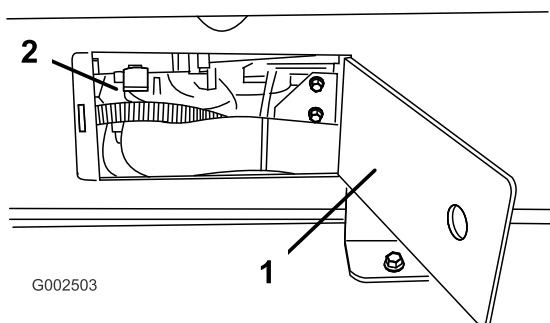

Figura 21
11. Usate gli sportellini di accesso su entrambi i lati del telaio di supporto del serbatoio per controllare flessibili e cablaggio (Figura 21).